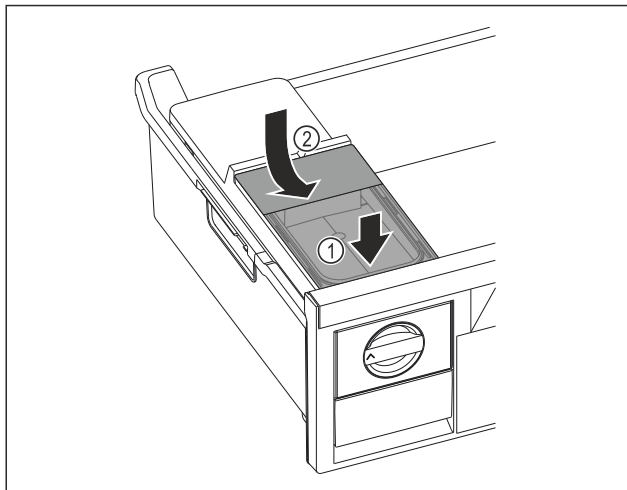

Fig. 165
- Nasadte vpředu nádržku na vodu. Fig. 165 (1)
- Spusťte nádržku na vodu vzadu dolů. Fig. 165 (2)